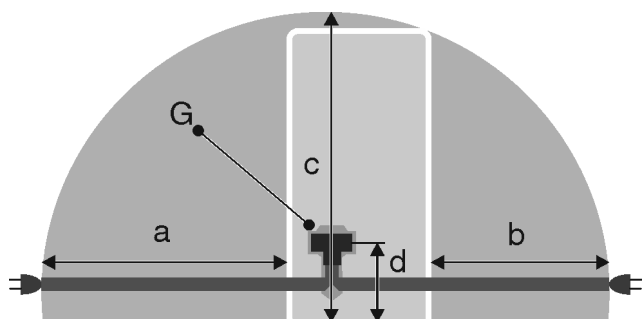

Fig. 20*
- Розетка находится не за устройством, а в зонах a или b Fig. 20 (a, b, c).
- ▶ Штекер устройства Fig. 20 (G) подсоедините с задней стороны устройства. Следите за правильной фиксацией.